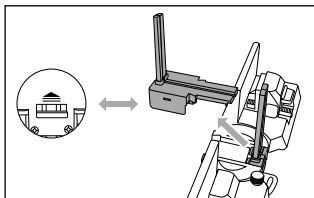

Abb. 7
- ◆ Halten Sie das Produkt mit der Oberseite nach oben und drücken Sie den Arretierhebel **11** in Pfeilrichtung , um das Schneidführungselement B **10** zu entnehmen (siehe Abb. 7).
- ◆ Entnehmen Sie das Schneidführungselement A **9** (siehe Abb. 7).